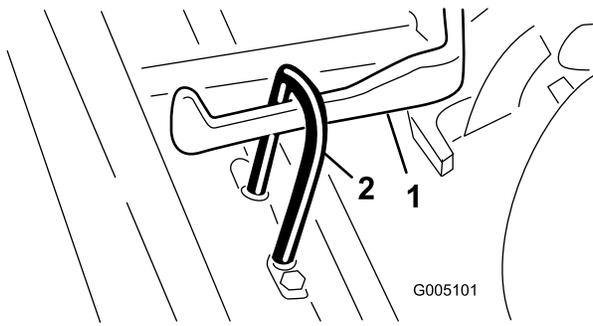

Figure 5
2. Poussez l'unité de coupe sous le cadre de traction en accrochant le crochet de levage au bras de levage (Figure 5).